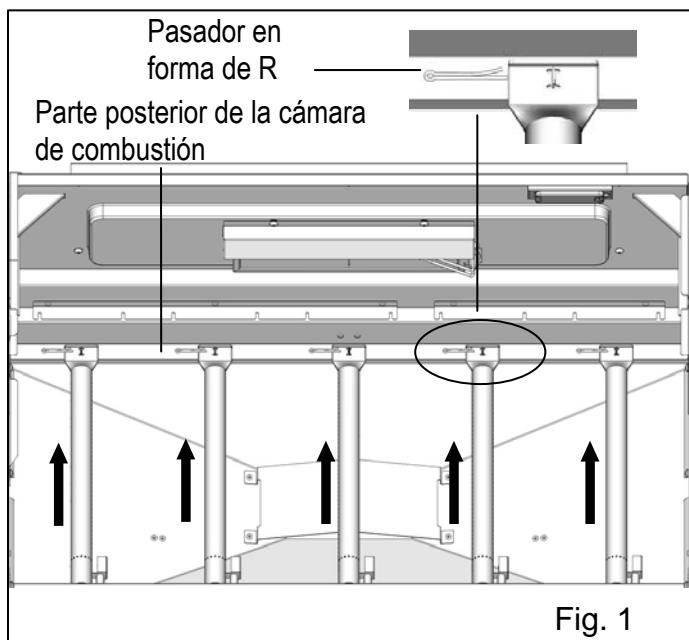

Fig. 1
1. Retire los pasadores en forma de R de la parte posterior de los quemadores principales para extraerlos de la abrazadera. Levante la parte posterior de los quemadores principales mientras los desliza hacia fuera de la cámara de combustión, soltándolos de las válvulas. (Fig. 1)